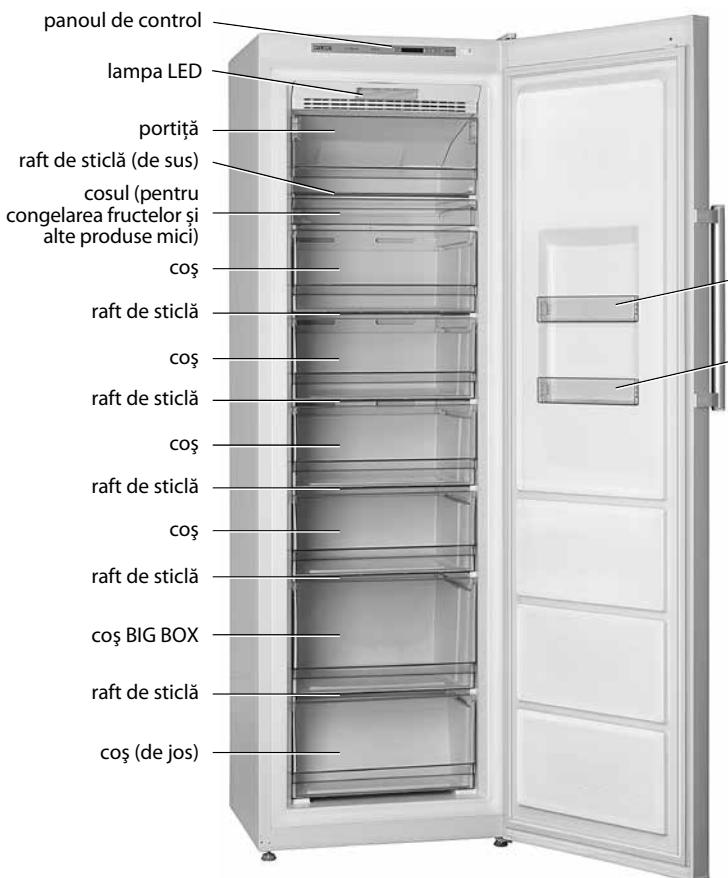

Figura 1 – Congelatorul și piesele accesorie
**1.1** Congelatorul prezentat în figura 1 este destinat pentru congelarea alimentelor proaspete, pastrarea în coșuri a alimentelor congelate, pregătirea gheței comestibile.